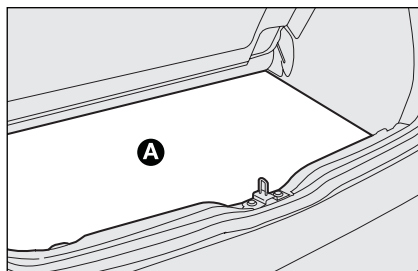

fig. 2
- ☐ sollevare il tappeto del pianale vano bagagli **A**-fig. 2;